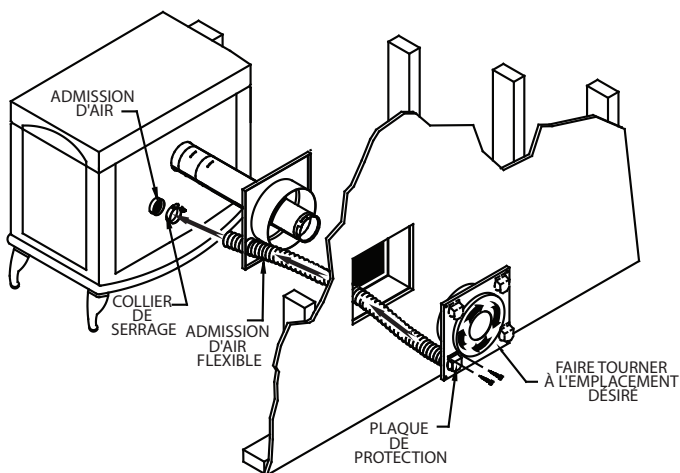
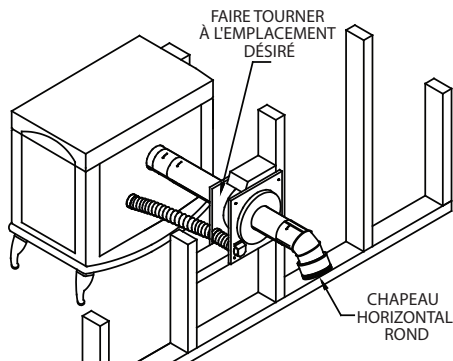

Figure 12
Figure 13
l'ouverture encadrée de la bague, éliminant le besoin de découper une autre ouverture dans le mur. Le petit conduit flexible fourni avec cet assemblage permet de raccorder l'entrée d'air comburant du poêle à granules. Noter que lors de l'installation d'une bague murale avec entrée d'air, le tuyau ne sera pas centré dans l'ouverture encadrée. Assembler lâchement les deux moitiés de la bague murale sur la section du tuyau. Raccorder le tuyau flexible avec un collier sur la moitié extérieure de la bague murale. Guider le conduit d'entrée d'air flexible par l'ouverture dans la moitié intérieure noire de la bague murale, tirer doucement le conduit d'entrée d'air flexible vers l'appareil (Figure 12) et si nécessaire, tailler l'excédent du conduit à la longueur souhaitée à l'aide de cisailles. Fixer le conduit d'entrée d'air flexible à l'entrée d'air comburant du poêle avec le collier fourni. Raccorder uniquement un conduit flexible métallique à l'appareil, ne pas substituer ou installer un conduit flexible en plastique. La bague dispose déjà d'un couvercle de protection situé au coin inférieur gauche orienté vers le bas, afin de protéger le conduit d'entrée d'air contre la pluie en la faisant dévier. Si vous souhaitez pivoter la bague pour placer l'entrée d'air vis-à-vis un autre coin, retirer les deux (2) vis du couvercle de protection de l'entrée d'air et fixer à nouveau au nouvel emplacement de l'entrée d'air. Fixer la moitié intérieure noire de la bague murale au mur intérieur et la moitié extérieure non peinte doit être fixée au mur extérieur sur les deux types de bagues (Figure 13). Les bagues murales s'ajustent à des murs de 10 cm à 20 cm (4 po à 8 po) d'épaisseur. Pour une installation dans des murs plus épais, une rallonge de tuyau doit être fabriquée par l'installateur.
5. SI LA SORTIE DU CONDUIT DE FUMÉE EST À L'ARRIÈRE DU POÊLE ET QU'UNE INSTALLATION HORIZONTALE À TRAVERS LE MUR EST SOUHAITÉE (**Figure 13**) :